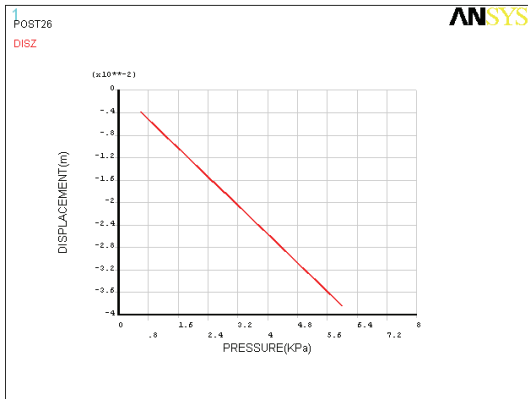

图 6-70 中心点垂直位移随载荷的变化规律曲线
35) 选择 Main Menu | TimeHist Postpro | Graph Variables 命令, 出现 Graph Time-History Variables 对话框, 在 NVAR1 1st variable to graph 输入栏中输入 3, 单击 OK 按钮, ANSYS 显示窗口将显示板中心点垂直位移随载荷的变化规律曲线, 如图 6-70 所示。